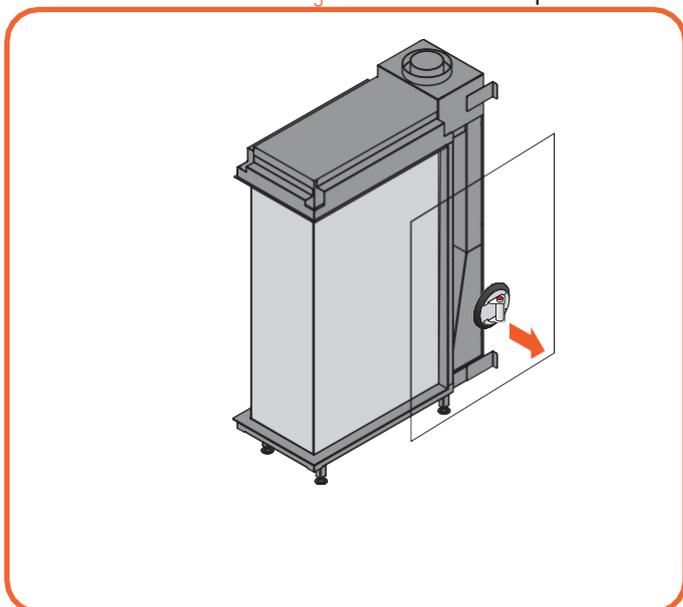

Fig. 9.8 Retrait de la vitre avant
- Soulevez légèrement le verre et inclinez-le légèrement pour l'enlever de l'ouverture (voir figure 9.8).